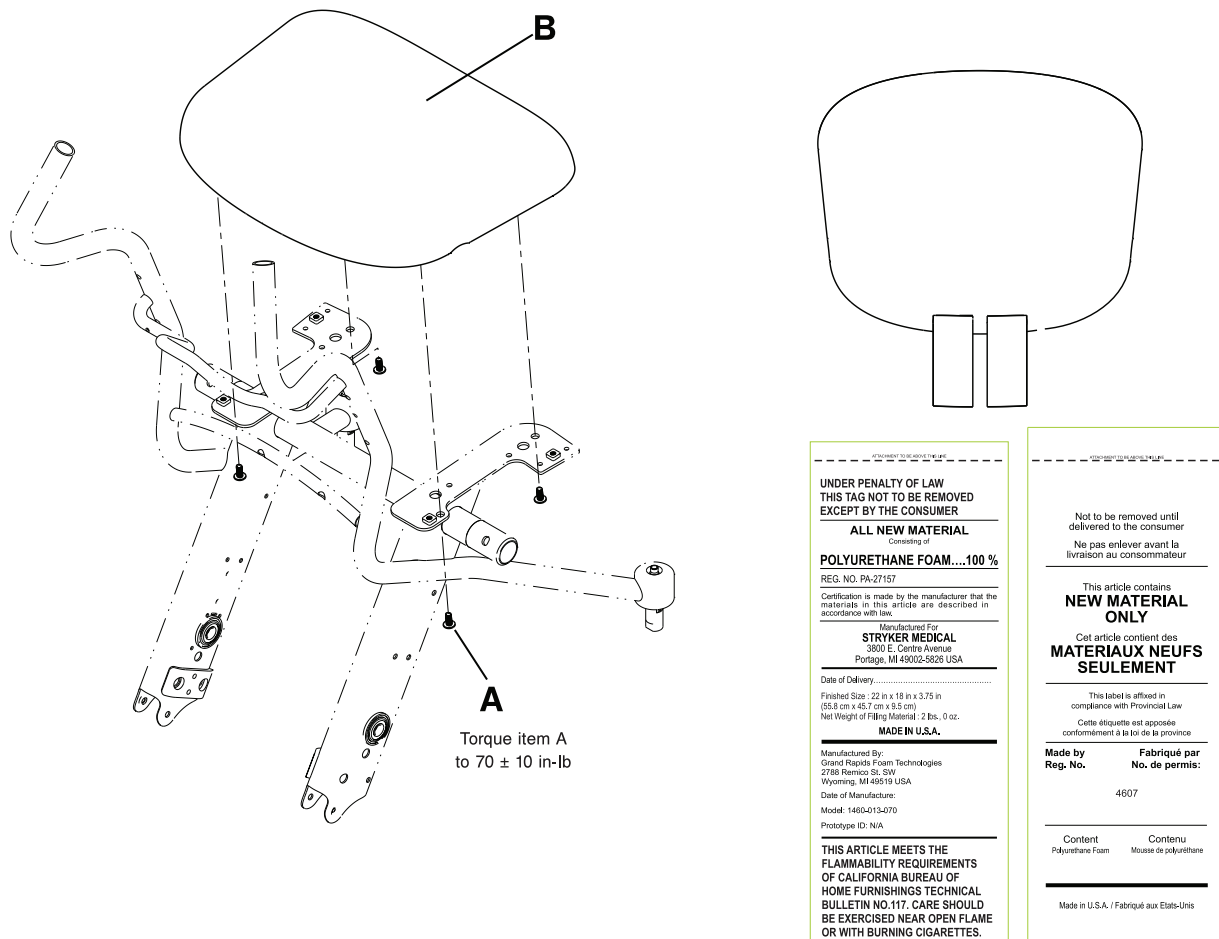

Figure 2-23 : Remplacement du siège
1. À l'aide d'une clé à 6 pans de 3/16", retirer les quatre vis d'assemblage à tête ronde (A) qui maintiennent le siège (B) au châssis du fauteuil (Figure 2-23 à la page 2-39). Jeter le siège et les vis.
2. À l'aide d'une clé à 6 pans de 3/16", installer les quatre vis d'assemblage à tête ronde (A) fournies pour fixer le siège (B) fourni au châssis du fauteuil. À l'aide d'une clé dynamométrique de 3/8", serrer les vis à un couple de  $70 \pm 10$  in-lb ( $8 \pm 1,1$  Nm).